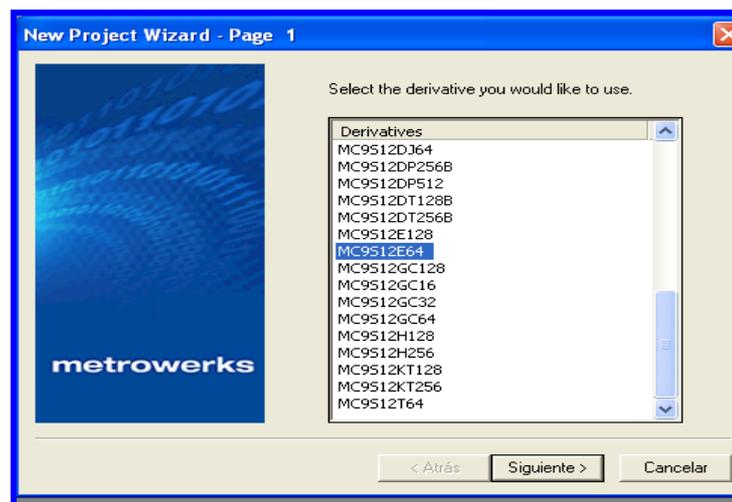

Figura 4.3 Ventana para seleccionar la familia de microcontrolador.
6.- Elegimos el modelo del microcontrolador que usamos, que este caso sería: MC9S12E64. Y elegimos *Siguiente*. En la Figura 4.3 se realiza la selección del modelo del microcontrolador que vamos a utilizar.